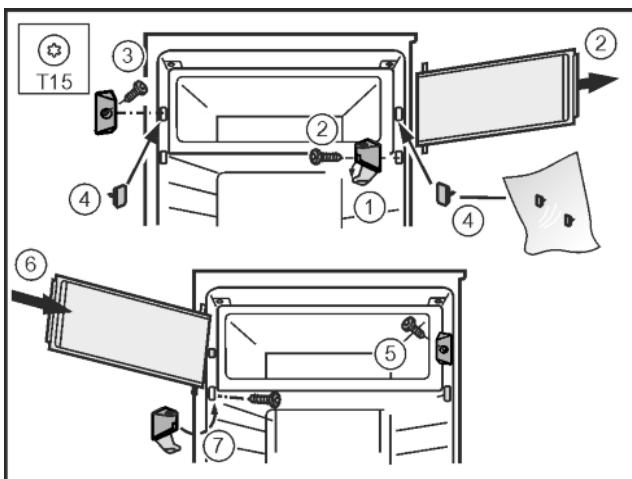

Fig. 13
- Зніміть кришку на опорному кронштейні. Fig. 13 (1)
- Зніміть дверцята морозильної камери: Відкрутіть опорний кронштейн викруткою T15. Fig. 13 (2)
- Відкрутіть кінцевий замок викруткою T15. Fig. 13 (3)
- Закрійте отвори, які звільнилися, пробками, що входять у комплект. Fig. 13 (4)
- Закрутіть кінцевий замок викруткою T15. Fig. 13 (5)
- Встановіть дверцята морозильної камери згори. Fig. 13 (6)
- Встановіть опорний кронштейн і закрійте кришку. Fig. 13 (7)